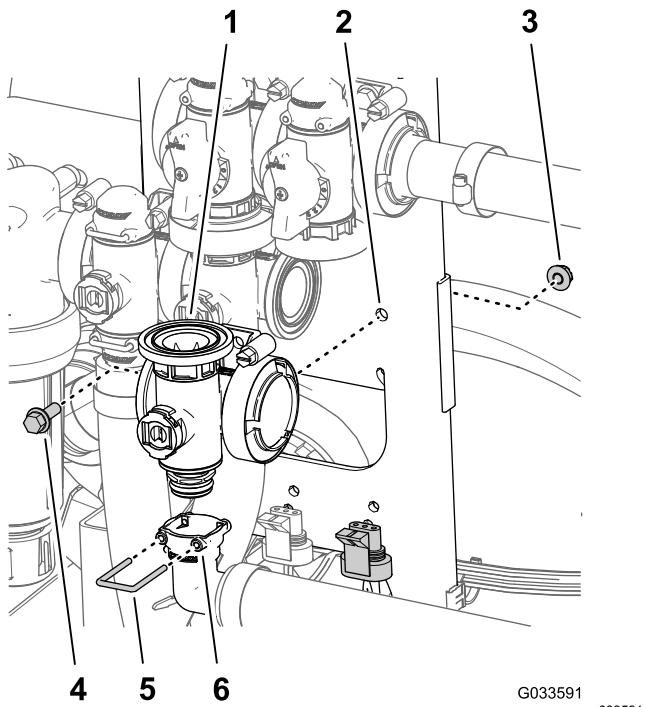

Figure 127
5. Alignez la douille du raccord de sortie à 90° et le raccord d'accouplement au bas du collecteur de la vanne maîtresse des rampes (Figure 127).
6. Fixez le raccord de sortie à l'accouplement en insérant un étrier de fixation dans la douille du raccord de sortie (Figure 127).